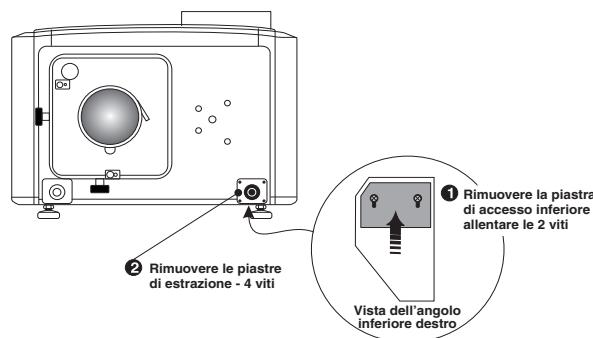

Figura 2-14 Rimuovere la piastra di espulsione
- Nell'angolo in basso a destra della piastra frontale del proiettore si trova una piastrina per l'accesso al circuito elettrico. Allentare le due viti e fare scorrere la piastra in avanti per esporre il blocco terminale sottostante. Vedere **Figura 2-14**.